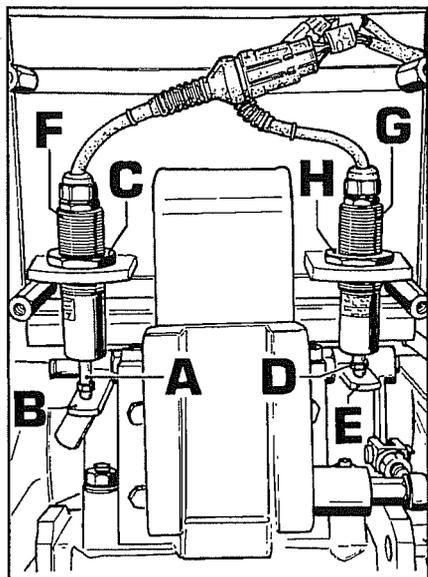

Fig. 50
1. Réglage du capteur de contrôle de position **F** (fig.50):
2. Réglage du capteur de contrôle d'effort **G** (fig.50):
- e. Pour le contrôle du réglage du capteur **F** fig.50 de commande de position il faut démarrer la machine, abaisser le relevage en laissant le levier de commande soulevé/abaissé dans la position abaissée.